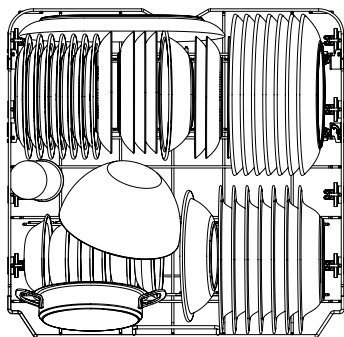

Rys. 11
- Etażerkę można przechylać i ustawiać jej wysokość zgodnie z wymaganiami (Rys. 11).
- Ramiona spryskiwacza należy w razie potrzeby odkręcić i wyjąć (Rys. 11). Umyj je pod bieżącą wodą i umieść z powrotem.